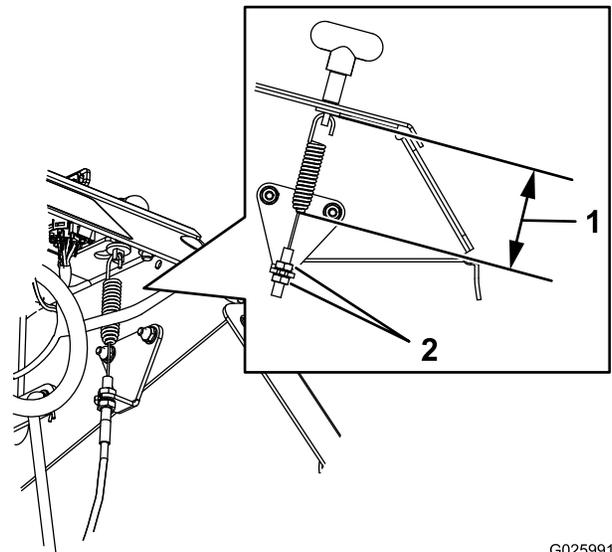

Figura 46
4. Afloje la contratuerca del cable del freno debajo de la consola (Figura 46).
5. Ponga el freno de estacionamiento (Figura 46).
6. Ajuste la posición de la contratuerca hasta obtener un espacio de 7.9 cm (3-1/8 pulgadas) desde la parte inferior del acoplamiento hasta el extremo inferior del muelle (Figura 46).
7. Apriete las contratuercas para ajustar el cable (Figura 46).